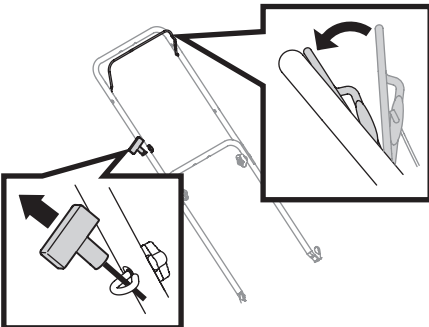

Figura 6
1. Colóquese detrás de la cortadora, tire de la manija de control de cuchilla hacia atrás contra la manija superior (Figura 6).